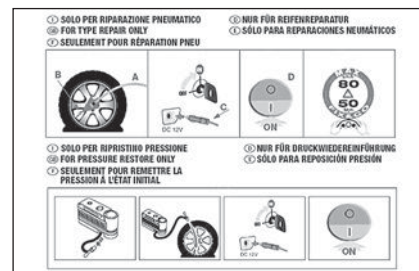

fig. 8
- ☐ un folleto informativo (véase **fig. 8**), con las instrucciones para emplear correctamente el kit que luego, deberá entregar al personal que reparará el neumático tratado con el kit de reparación rápida;